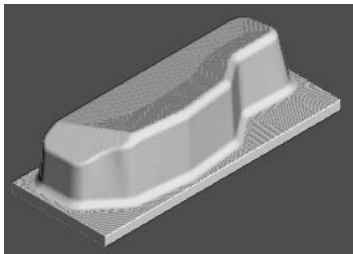

图 5-65 仿真加工结果 2
2) 在“仿真”工具栏的“当前刀具路径”下拉列表中选择要模拟的刀具路径 semifinish，然后单击“执行”按钮，系统开始自动仿真加工，仿真加工结果如图 5-65 所示。